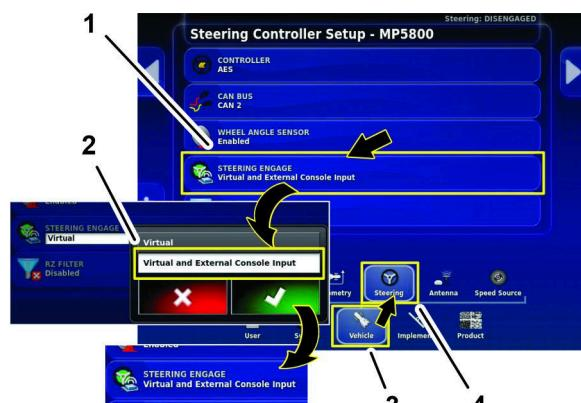

Bild 160
5. Tippen Sie auf das FAHRZEUG-Symbol und tippen Sie dann auf das LENKUNG-Symbol (Bild 160).
6. Tippen Sie auf das Symbol LENKEINGRIFF (Bild 160).
7. Tippen Sie im Dialogfenster auf das Symbol VIRTUELLE UND EXTERNE KONSELENEINGABE und tippen Sie auf das Bestätigen-Symbol (Bild 160).